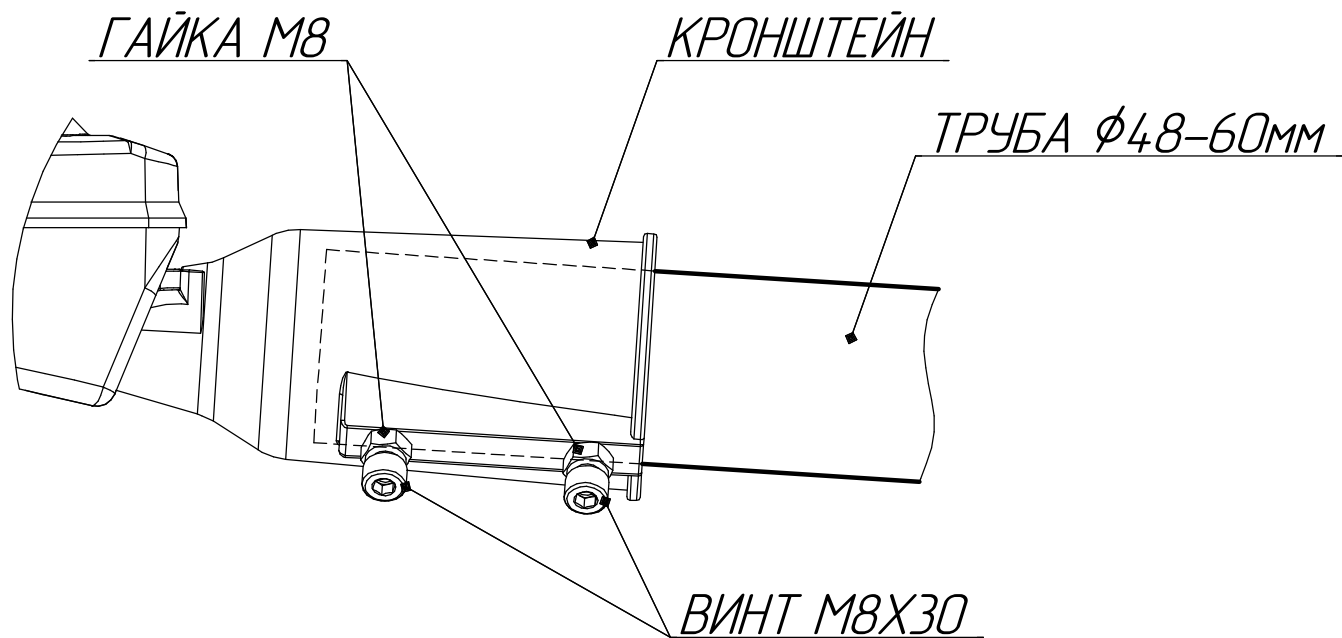

Рисунок 5 - Крепление светильников серии ДКУ64 на трубе.
5.4 Установите светильник в рабочее положение и затяните винты М8. Для обеспечения надежного крепления светильника, винты М8 должны быть затянуты с усилием не менее 17 Н·м. Затем законтрагайте винты М8 гайками М8 (см. рис.5).